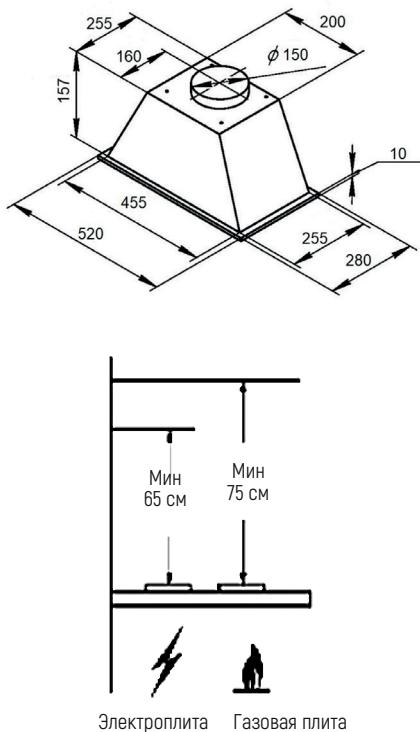

Рис.1
- при газовой или газоэлектрической плите: не менее 75 см [Рис.1]